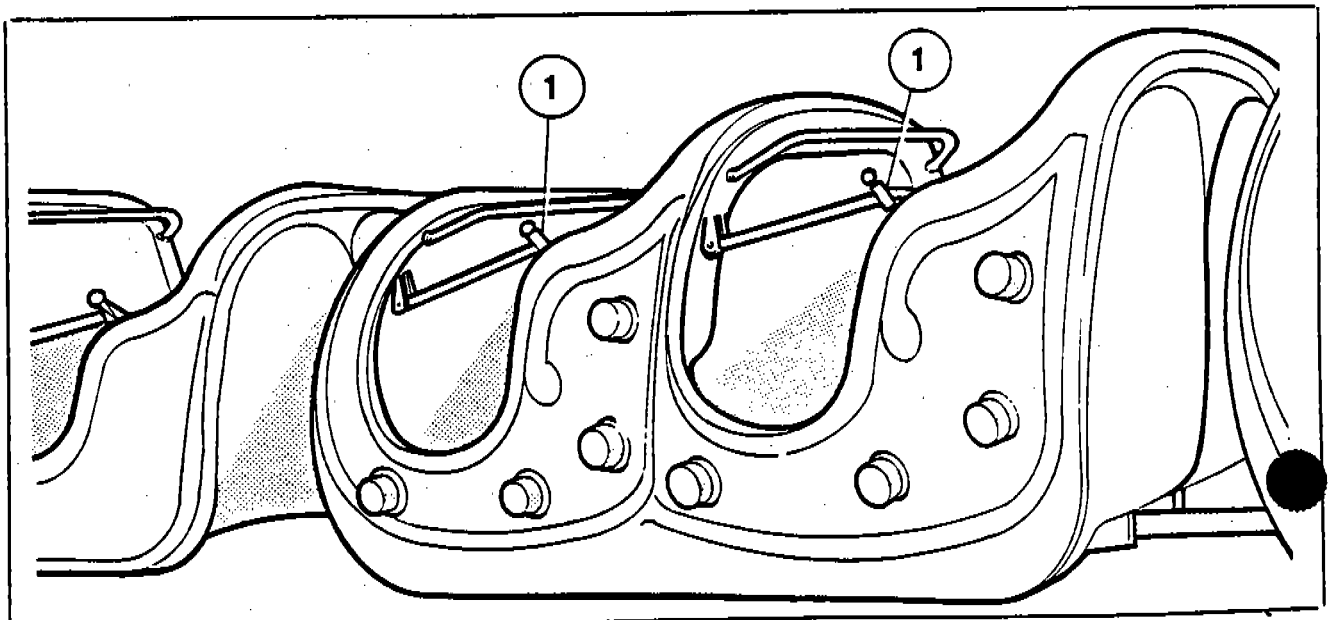

Fig. 37
- b) Accertarsi che le sbarre di sicurezza siano ben bloccate sugli appositi ganci (1-Fig. 37).